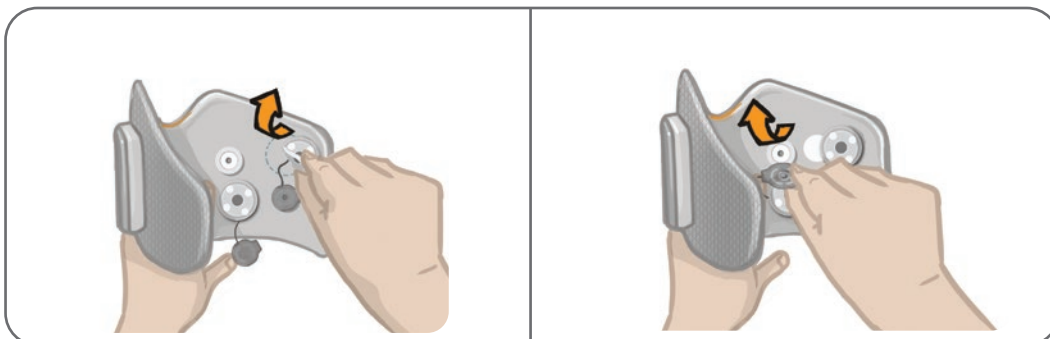

Figura 11-10: Fixação de novas bases de eletrodos (à esquerda)
4. Fixe as novas bases dos eletrodos onde estavam fixadas as bases anteriores. Veja a Figura 11-10.
5. Conecte os encaixes das bases dos eletrodos aos orifícios de plugue. Veja a Figura 11-10.